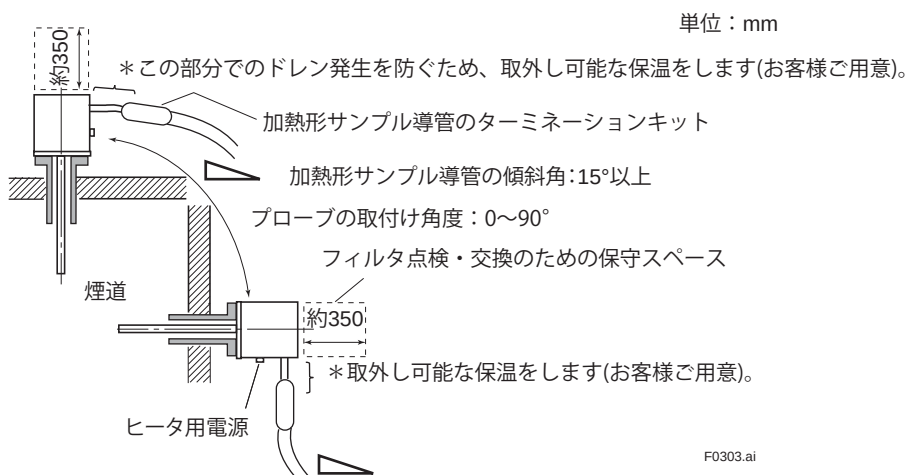

図3.3 M2E形フィルタプローブの取付け角度
- ・ プローブには加熱形の M1E、M2E 形フィルタプローブ（サンプル点温度が酸露点（150℃）～ 700℃の範囲）のいずれかを使用します。酸露点未満での使用には設置上の制約があります。フィルタプローブのフィルタは、プローブの根元にあり、加熱によりプローブを腐食させるドレンがフランジ部で生じるのを防ぎます。フィルタ部の加熱は、電気で行われます。フィルタプローブのヒータ用電線は、高温に耐える耐熱性の電線を使用します。ドレンがフィルタ部に流れ込まないようにするため、M1E 形フィルタプローブは、先端が 0～15°の傾斜で上を向くよう取り付けます。M2E 形フィルタプローブは、図 3.3 のように 0～90°の範囲で取り付けます。フィルタプローブのフィルタエレメントは定期的に保守点検や交換を行います。フィルタプローブの後部に保守スペースが必要です。